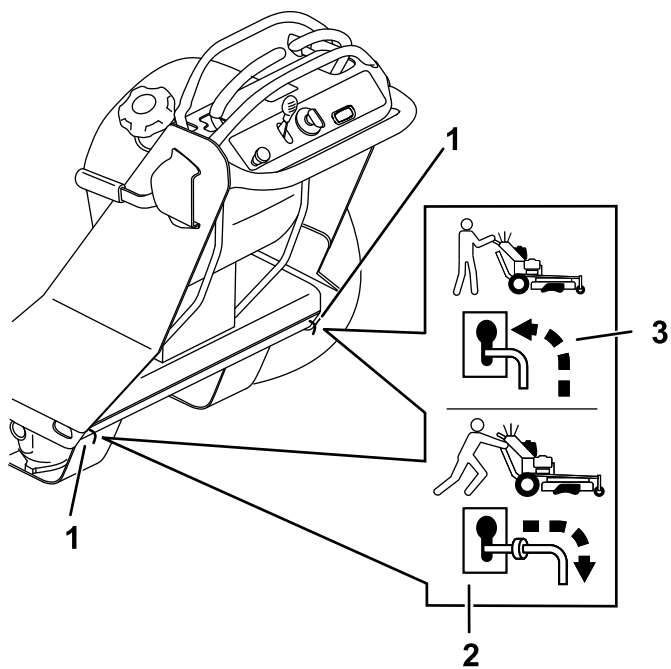

Figure 66
4. Poussez les deux leviers de dérivation en arrière dans la fente en trou de serrure et abaissez-les pour les verrouiller en position (Figure 66).
7. Coupez le moteur et poussez les leviers de dérivation en avant dans la fente en trou de serrure, puis abaissez-les pour les verrouiller en position (Figure 66).